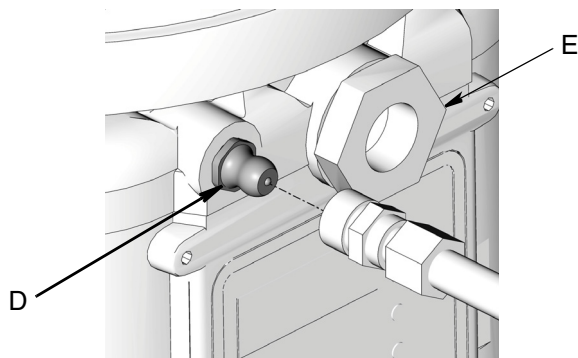

FIG. 22
1. Brancher le tuyau de remplissage au raccord d'entrée (D) (FIG. 22).